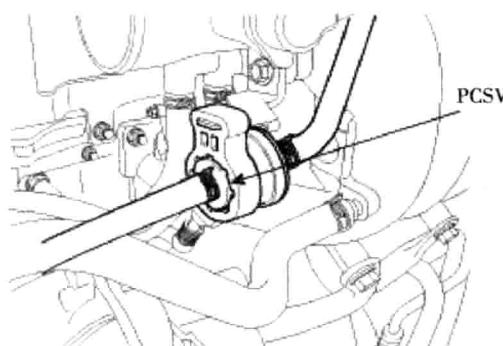

图 1-1-14 清除控制电磁阀 (PCSV) 位置图
(14) 清除控制电磁阀 (PCSV) 位置图如图 1-1-14 所示。